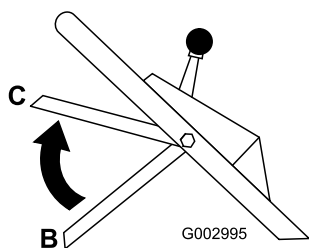

Figure 20
4. Ramenez la barre de commande à la position centrale, soit 12,7 cm (5") environ au-dessous de la barre transversale du guidon (position C à la Figure 20).
**Remarque:** Cette position intermédiaire (C) n'est pas la position normale de fonctionnement de la barre de commande. Toutefois, elle permet de détecter rapidement un système BBC défaillant avant qu'il ne compromette le fonctionnement sûr de la machine.
5. Relâchez la barre de commande de la lame (position B à la Figure 20).